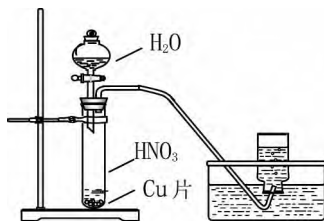

图1
实验1 教材实验装置如图1所示,在具支试管的底部放铜片,借助于分液漏斗向试管中加2 mL的浓硝酸,收集气体采用的是排水集气法,引导学生对实验现象进行观察。
实验2 仍用图1所示的装置,借助于分液漏斗向试管中加5 mL H_2O 用来稀释 HNO_3 ,继续采用排水集气法收集气体,引导学生对实验现象进行观察。
(1) 实验采用的排水集气法, NO_2 气体收集效率低。
(2) 反应结束后,在装置内还存在多余的气体,只要取下橡皮塞, NO_2 气体会立刻外溢,造成对教室环境的污染。
(3) 从实验装置来看,铜片浸于浓硝酸中,所以反应快慢无法控制,产生的气体量通常较大,造成药品的浪费,与绿色实验理念背离。
(4) 借助于图1的实验装置,最后说Cu与稀 HNO_3 反应生成的气体是NO,这个结论有点牵强。问题在于最后借助于排水集气法得到的NO气体是怎么来的呢?学生会认为存在着2种可能性:其一,先前Cu与浓 HNO_3 反应后,在装置中有 NO_2 气体未能完全排尽与后来所加的 H_2O 发生反应生成NO;其二是Cu与加 H_2O 稀释后稀硝酸反应生成了NO,而直接解释为后种结论说服力